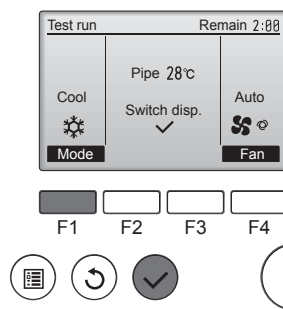

Fig. 6-5
- Trykk på [F1]-knappen for å gå gjennom driftsmodusene i rekkefølgen "Cool" (Avkjøling) og "Heat" (Oppvarming). (Fig. 6-5)